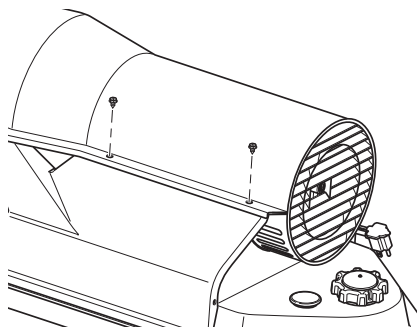

Figura 5 - Desmontaje de la cubierta superior
1. Retire los 8 tornillos ubicados a lo largo del calentador con un destornillador para tuercas de 5/16". Estos tornillos mantienen unidas la cubierta superior y la inferior (consulte la figura 5).
1. Extraiga la cubierta superior (consulte la figura 5).
1. Desmonte la cubierta superior (consulte las figura 5, página 31).